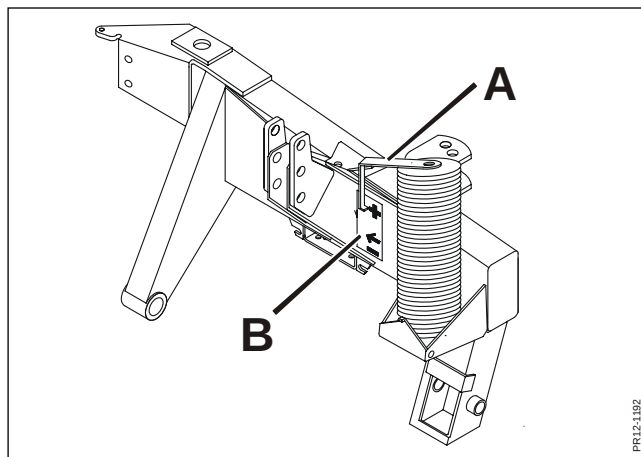

Fig. 3-8
- Fig. 3-8** Det dubbelverkande hydrauluttaget ställs i flytläge. Trepunktslyften lyfts upp/sänks ner tills maskinen har korrekt höjd för att kunna arbeta. Detta innebär att indikatorn **A** står mitt för pilen på dekalen **B**, så som beskrivits i kapitel 2.
OBS: Ojämn stubb eller en ojämn gång över fältet kan avhjälpas genom att välja en inställning som motsvaras av Fig. 3-8.